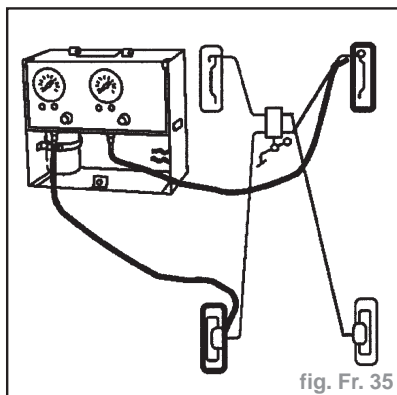

fig. Fr. 35
- Pour contrôler le compensateur arrière côté gauche (fig. Fr. 35).